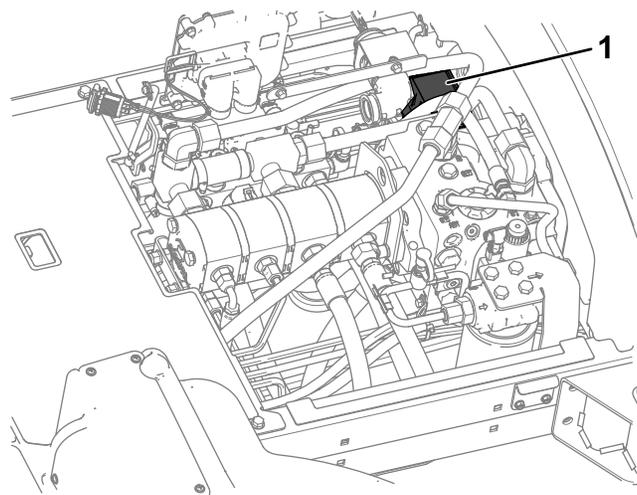

Рисунок 135
3. Замените перегоревший предохранитель (Рисунок 135) на предохранитель такого же типа и номинальной силы тока.